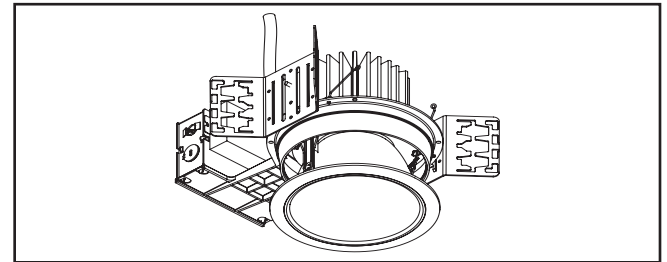

Figura 9.
10. Instale el motor de la luminaria LED y la unidad de la moldura insertando los muelles de torsión en los receptores del muelle ubicados dentro del alojamiento (Figura 9).
1. Extraiga la unidad de la moldura del alojamiento (Figura 9.).